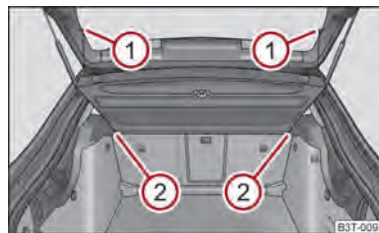

Fig. 72 Desmontaje de la cubierta del maletero
- Desenganchar las cintas de sujeción ① ⇒ fig. 72.
- Extraiga la cubierta de la fijación ② horizontalmente hacia atrás.
- Para volver a efectuar el montaje, introducir primero la cubierta del maletero en la fijación ② y, a continuación, enganchar las cintas de sujeción ① en la tapa de maletero.